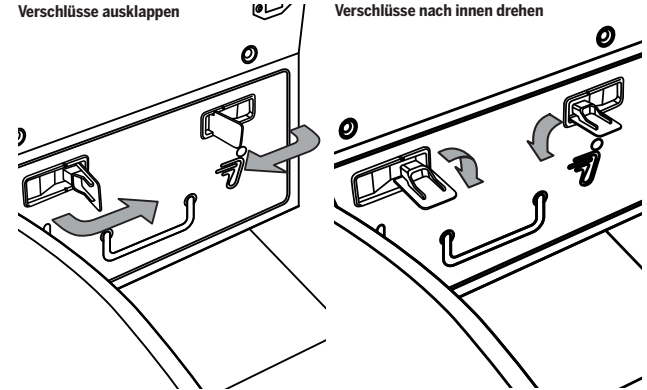

Abbildung 37: Klappen Sie die Verschlüsse des Akkumoduls heraus und drehen Sie sie
2. Klappen Sie die Verschlüsse heraus und drehen Sie sie wie in **Abbildung 37** gezeigt.